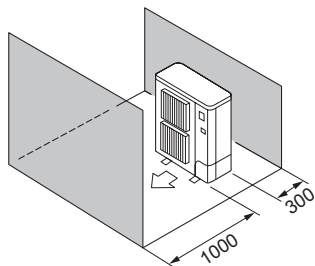

Fig. 2-10
- ⑤ Alleen obstakels aan de voor- en achterzijde (Fig. 2-10)